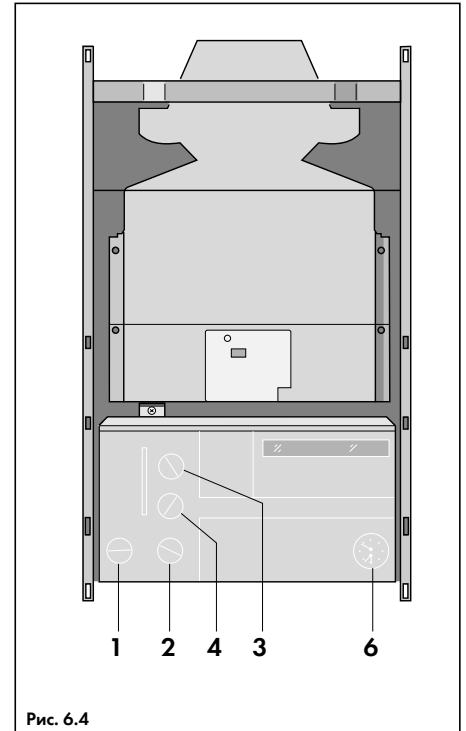
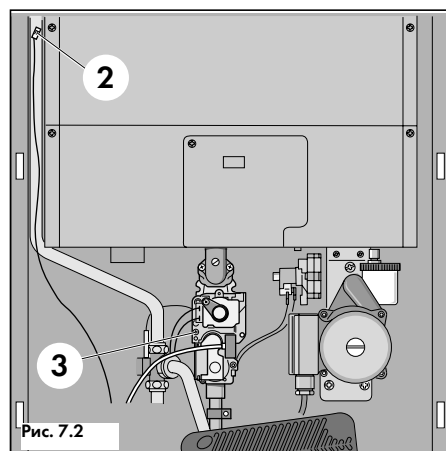

Рис. 6.4
Рис. 7.2
Необходимо провести предписанные нормативными документами испытания газопровода, произвести контроль герметичности всех соединений и продувку газопровода перед первым включением аппарата. Для продувки можно использовать штуцер для измерения давления газа на входе в аппарат (3, рис. 7.2). При этом следует обратить внимание на то, чтобы работала вытяжная вентиляция, погасить открытый огонь, не курить во время продувки. Продувка газового тракта самого аппарата не требуется, т.к. она выполняется автоматически при выполнении программы розжига.
- Эту процедуру повторять на всех радиаторах, пока вся установка не будет заполнена водой и не будут удалены все воздушные пробки, а манометр (6, рис. 6.4) на передней панели котла не будет показывать 1,5 бар;
- Включить электропитание аппарата, повернув главный выключатель котла (1, рис. 6.4) из положения "выкл"  в положение "вкл"  — при этом должен загореться зеленый индикатор  на панели управления;
- Переключатель режимов работы аппарата (2, рис. 6.4) поставить в положение "Отопление и горячая вода" ;
- Регулятор температуры горячей воды (4, рис. 6.4) установить на максимальную температуру*, а регулятор температуры подающей линии (3, рис. 6.4) установить в положение "9";
Если попытка зажигания оказалась безуспешной, то на панели управления котла включится красный индикатор "Сбой" (см. рис. 8.1). Как правило, это означает, что нарушена подача газа или же из газопровода не до конца удален воздух. Проверить еще раз подачу газа, после чего переключатель режимов работы (2, рис. 6.4) повернуть в положение "Разблокировать" . Будет предпринята повторная попытка розжига.
- Переключатель режимов работы аппарата (2, рис. 6.4) поставить в положение "Горячая вода" . При этом аппарат должен отключиться;
- Регулятор температуры подающей линии (3, рис. 6.4) установить в желаемое положение согласно главе 9.3;
- Ослабить запорный винт (3, рис. 7.2);
- Подключить манометр к штуцеру (3, рис. 7.2). (Рекомендуется применение U-образного манометра с разрешением не хуже 0,1 мбар);
- У аппаратов VUW: Регулятор температуры горячей воды (4, рис. 6.4) установить на "9". Полностью открыть краны горячей воды так, чтобы аппарат работал с полной нагрузкой;
- У аппаратов VU: Включить режим "Отопление и горячая вода" . Установить регулятор температуры подающей линии (3, рис. 6.4) на "9". Разъединить разъём датчика NTC (2, рис. 7.2);
- У аппаратов VU: Восстановить разъём датчика NTC (2, рис. 7.2);
- Затянуть запорный винт на штуцере (3, рис. 7.2) и проверить его на герметичность (обмыливанием).
Регулятор температуры горячей воды (4, рис. 6.4) установить на "9". Полностью открыть краны горячей воды так, чтобы аппарат работал с полной нагрузкой;
Включить режим "Отопление и горячая вода" . Установить регулятор температуры подающей линии (3, рис. 6.4) на "9". Разъединить разъём датчика NTC (2, рис. 7.2);
- Если корректировка настройки газовой арматуры не требуется, то выключить котел, отсоединить манометр, плотно закрутить винт измерительного штуцера (1, рис. 7.3) и проверить его на герметичность. У аппаратов VU восстановить соединения датчика NTC (2, рис. 7.2);
Регулятор температуры горячей воды (4, рис. 6.4) установить на "9";
Включить режим "Отопление и горячая вода" . Установить регулятор температуры подающей линии (3, рис. 6.4) на "9".
Разъединить разъём датчика NTC (2, рис. 7.2);
Восстановить соединения датчика NTC (2, рис. 7.2);
- Установить переключатель режимов работы аппарата (2, рис. 6.4) в желаемое положение  или . Установить в желаемое положение регулятор температуры подающей линии (3, рис. 6.4) (См. гл. 9.3).
Установить в желаемое положение регулятор температуры горячей воды (4, рис. 6.4) (См. гл. 9.3).
- Разъединить разъём датчика NTC (2, рис. 7.2);
- Выключить котел, отсоединить манометр, плотно закрутить винт измерительного штуцера (1, рис. 7.3) и проверить его на герметичность. Восстановить соединения датчика NTC (2, рис. 7.2);